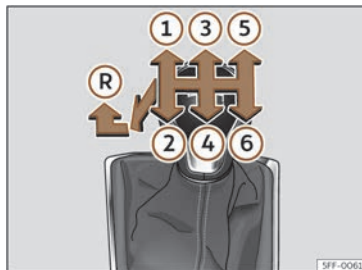

Fig. 125 Diagrama unei cutii de viteze manuală cu 6 trepte.
Pozițiile treptelor sunt indicate pe maneta schimbătorului >>> **fig. 125**.
- Cu maneta schimbătorului în punctul neutru, apăsați-o în jos, deplasați-o spre stânga la maximum și apoi înainte pentru a selecta marșarierul >>> **fig. 125** .